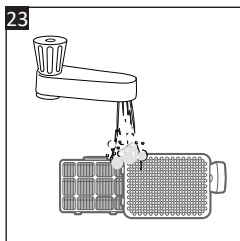

Fig. 23
4. Sujete el filtro de esponja (24) con el lado sucio hacia abajo y enjuáguelo bajo el grifo con agua tibia hasta que el agua salga limpia (**Fig. 23**). Enjuague la tapa de salida de aire (25).